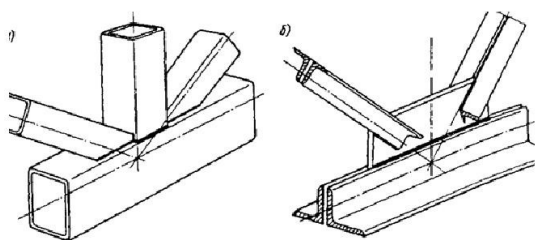

рис.1
1. На рис.1 изображена конструкция, назовите эту конструкцию и последовательность сварки.